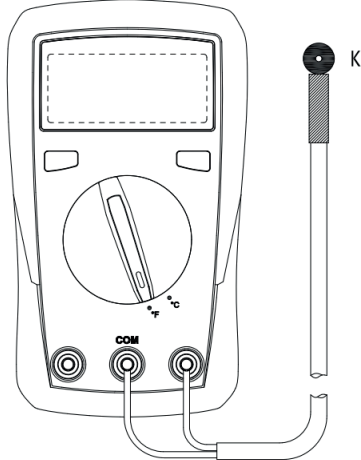

Рисунок 5
9. Измерение температуры (только для UT131C, рисунок 5)